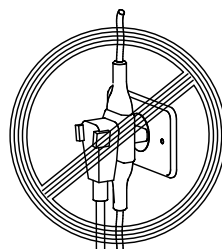

Fig. 39
- Não usar tomadas múltiplas, adaptadores, extensões ou ligações improvisadas entre o produto e a tomada, pois pode provocar curto circuito ou incêndio (fig. 39).